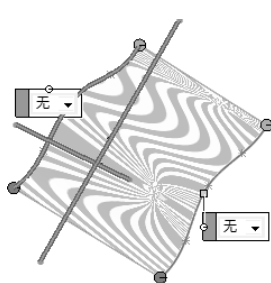

图 8-41 斑马条纹预览
- ◆ 斑马条纹：生成的边界曲面预览以斑马条纹形式预览，如图 8-41 所示。